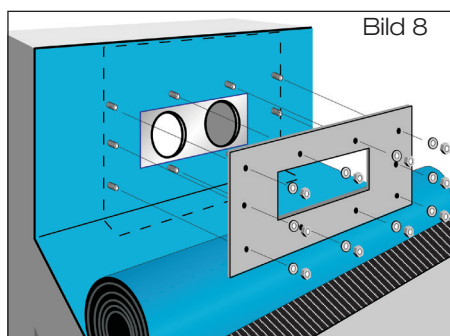

Bild 8
- 1.8 Dampfsperrbahn mit Losflansch und beiliegenden Schrauben verkleben (Bild 8). Beiliegende Schrauben mit Steck- oder Ringschlüssel SW 13 gegenüberliegend anziehen. Anzieh-Drehmoment: 20 Nm (Dampfsperrbahn aus Bitumen) bzw. 30 Nm (Dampfsperrbahn aus Kunststoff). Dichtelemente in Muffen des Schiebeflansches einlegen.